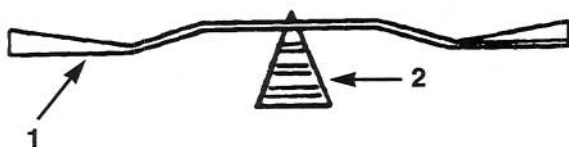

Figure 37
2. Contrôler l'équilibrage de la lame en la posant sur un équilibreur de lame (Fig. 37). La lame est équilibrée si elle reste horizontale, et peut donc être utilisée. Limer l'arrière de la lame si elle n'est pas équilibrée. Répéter la procédure jusqu'à ce que la lame soit équilibrée.